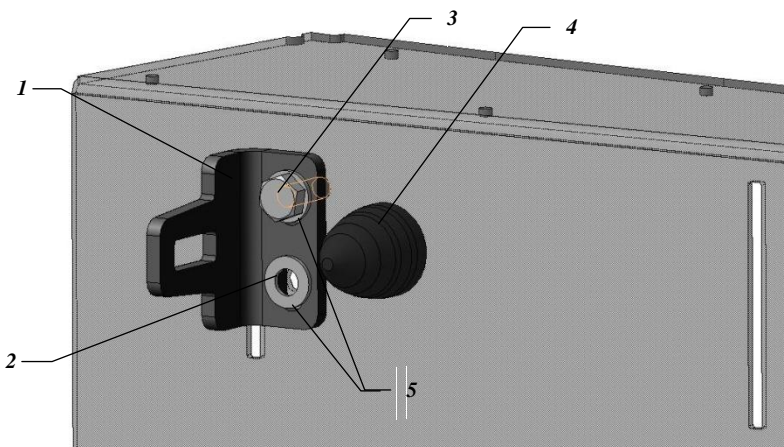
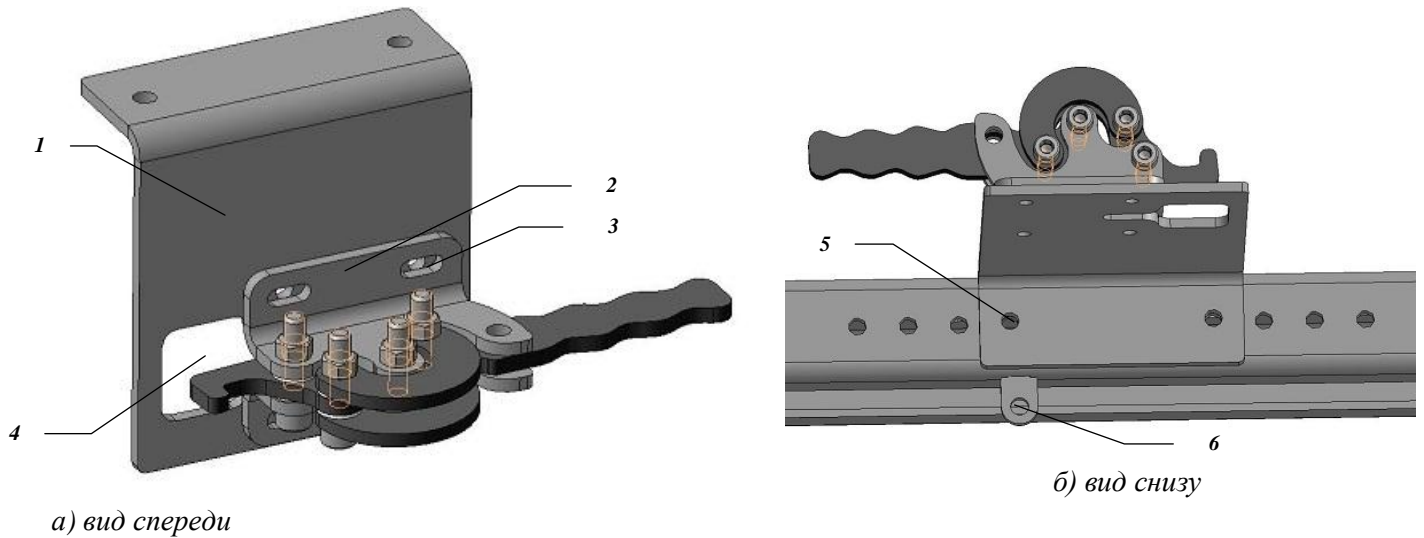

Рис. 6 Установка проушины и резинового отбойника
Рис. 8 (а, б) Установка запорного механизма
- a)** Установить проушину замка **1** на бампер, выровнять ее положение относительно ручки поворотного кронштейна при помощи пазов **5**. Правильное (выровненное) положение проушины должно обеспечивать полное закрытие поворотного кронштейна, которое означает попадание проушины в проем, находящийся на основании замка и касание резинового отбойника задней стороны основания (см. рис. 8)
- а) Установить основание запорного механизма **1** на нижнюю плоскость калитки с рядом отверстий *рис.8 б*. Спозиционировать его таким образом, чтобы предварительно установленная проушины замка (*рис.6*), находилась примерно посередине проема **4** в закрытом положении калитки.
- в) Установить запорный механизм **2** на основание **1**, как показано на *рис.8 а*.